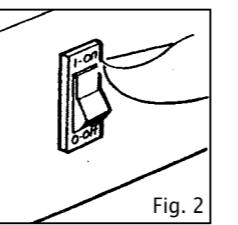

Fig. 2
- Drej ventilatorenens afbryder til stilling 1 (Fig.2) og forvis Dem om, at ventilatoren roterer.